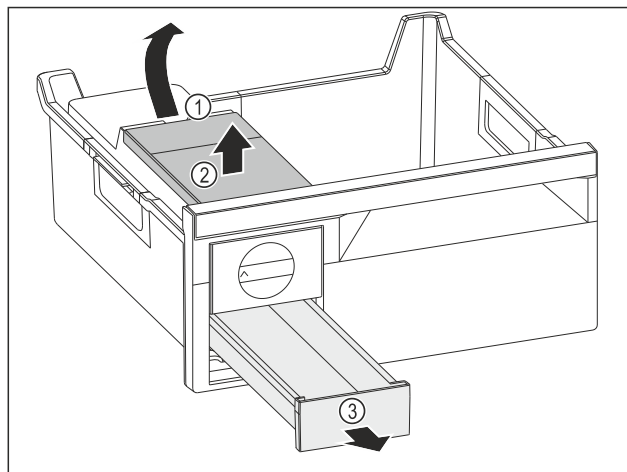

Fig. 82
- Ta ut vattenbehållaren: Lyft vattenbehållaren vid ursparingen Fig. 82 (1).
- Ta ut vattenbehållaren Fig. 82 (2) uppåt.
- Ta ut iskublådan Fig. 82 (3) framåt.